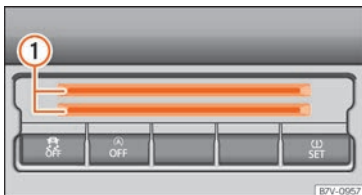

Abb. 184 In der unteren Mittelkonsole: Kartenhalter.
In der unteren Mittelkonsole können sich Kartenhalter » **Abb. 184** ① zur Ablage von z. B. Münzen, Tankkarten, Parkscheinen oder Ähnlichem befinden.